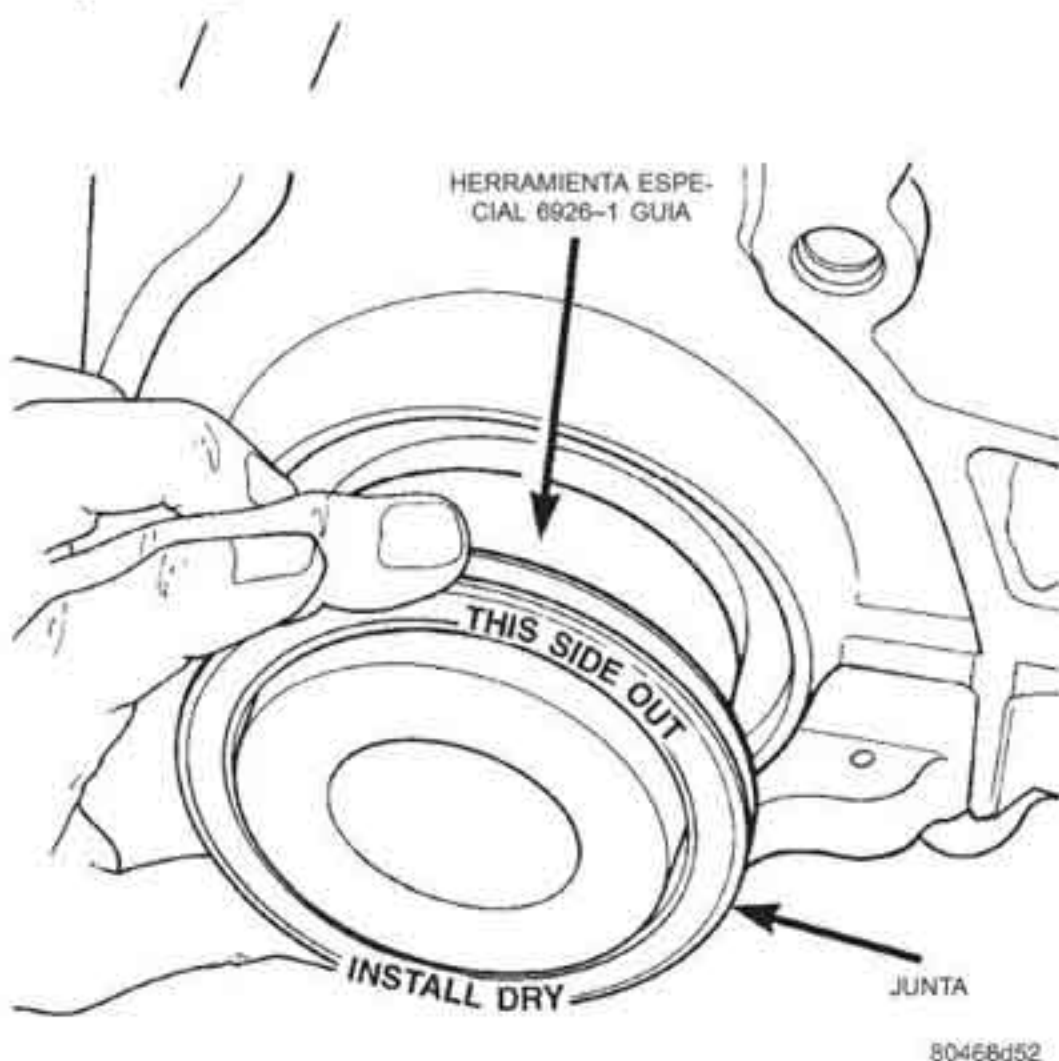

Fig. 79 Junta trasera del cigüeñal y herramienta especial 6926-1
(1) Coloque la herramienta especial 6926-1 en el cigüeñal. Esta es una herramienta de guía que posee una base magnética (Fig. 79).
(2) Emplace la junta sobre la herramienta de guía. Cerciórese de que se puedan leer las palabras **THIS SIDE OUT** (este lado hacia afuera) en la junta (Fig. 79). La herramienta de guía debe permanecer sobre el cigüeñal durante la instalación de la junta. Asegúrese de que el reborde de la junta quede mirando hacia el cárter durante la instalación.